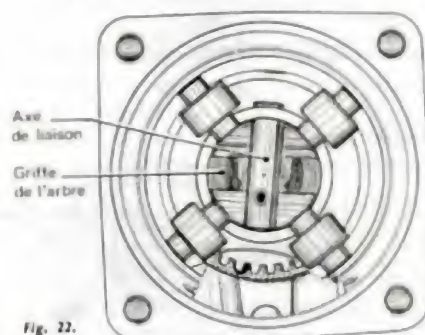

Fig. 22.
- Après avoir glissé l'axe de liaison vers le centre du plateau porte-galets (fig. 22), introduire celui-ci dans le corps de pompe, l'axe de liaison étant dirigé vers le centre de l'avance.